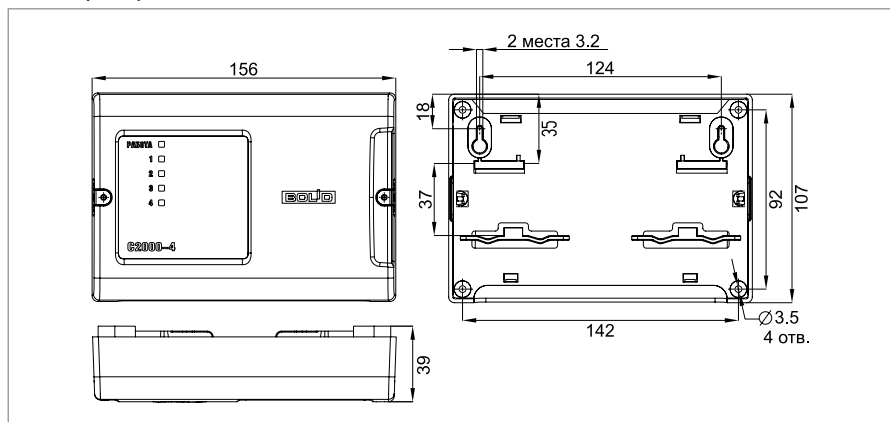

Рисунок 18. Внешний вид, габаритные и установочные изделия
1.1. Вариант 1 (Навешивание изделия на два шурупа и фиксация третьим шурупом). Наметьте на стене места для трех установочных отверстий (двух верхних, имеющих форму пазов для навешивания, и одного из нижних на выбор) в соответствии с габаритным чертежом (см. Рисунок 18).